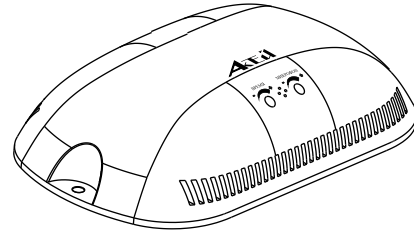

Рисунок 1. СА-7008У. Внешний вид.
- 1.1 Изделие (рис.1) предназначено для автоматического включения освещения на лестничных клетках, в коридорах, вестибюлях и других помещениях с периодическим пребыванием людей в жилых и общественных зданиях.